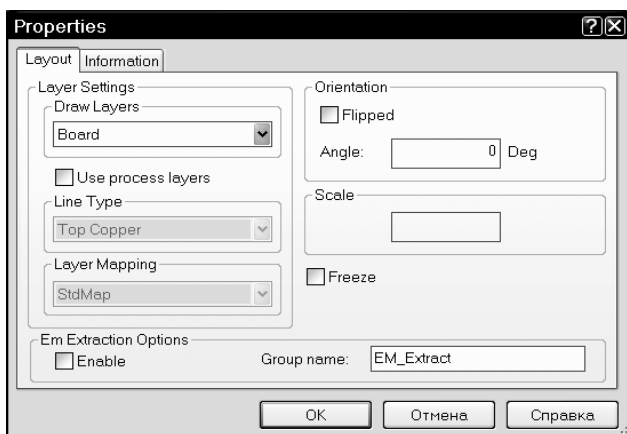

Рис. 2.65
5. Щёлкните по выделенному прямоугольнику правой кнопкой мышки и выберите **Shape Properties**. В открывшемся окне свойств в поле **Draw Layers** введите **Board** (Плата), щёлкнув мышкой по кнопке в правом конце этого поля (рис. 2.65.) Нажмите **OK**.